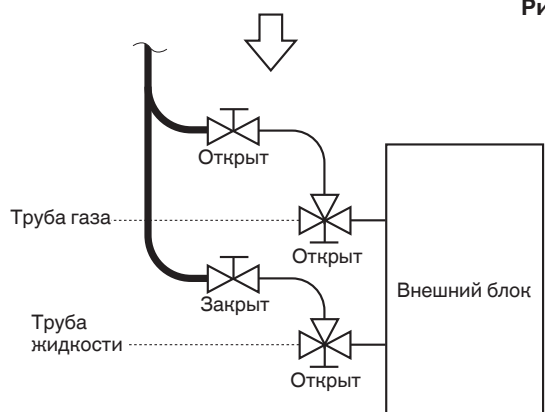

Рис. 6-6
- Если дополнительное количество хладагента невозможно заправить за один раз, заправьте остальной хладагент в жидком виде, используя сервисный клапан трубы газа, когда система находится в режиме охлаждения во время тестового пуска. (Рис. 6-6)